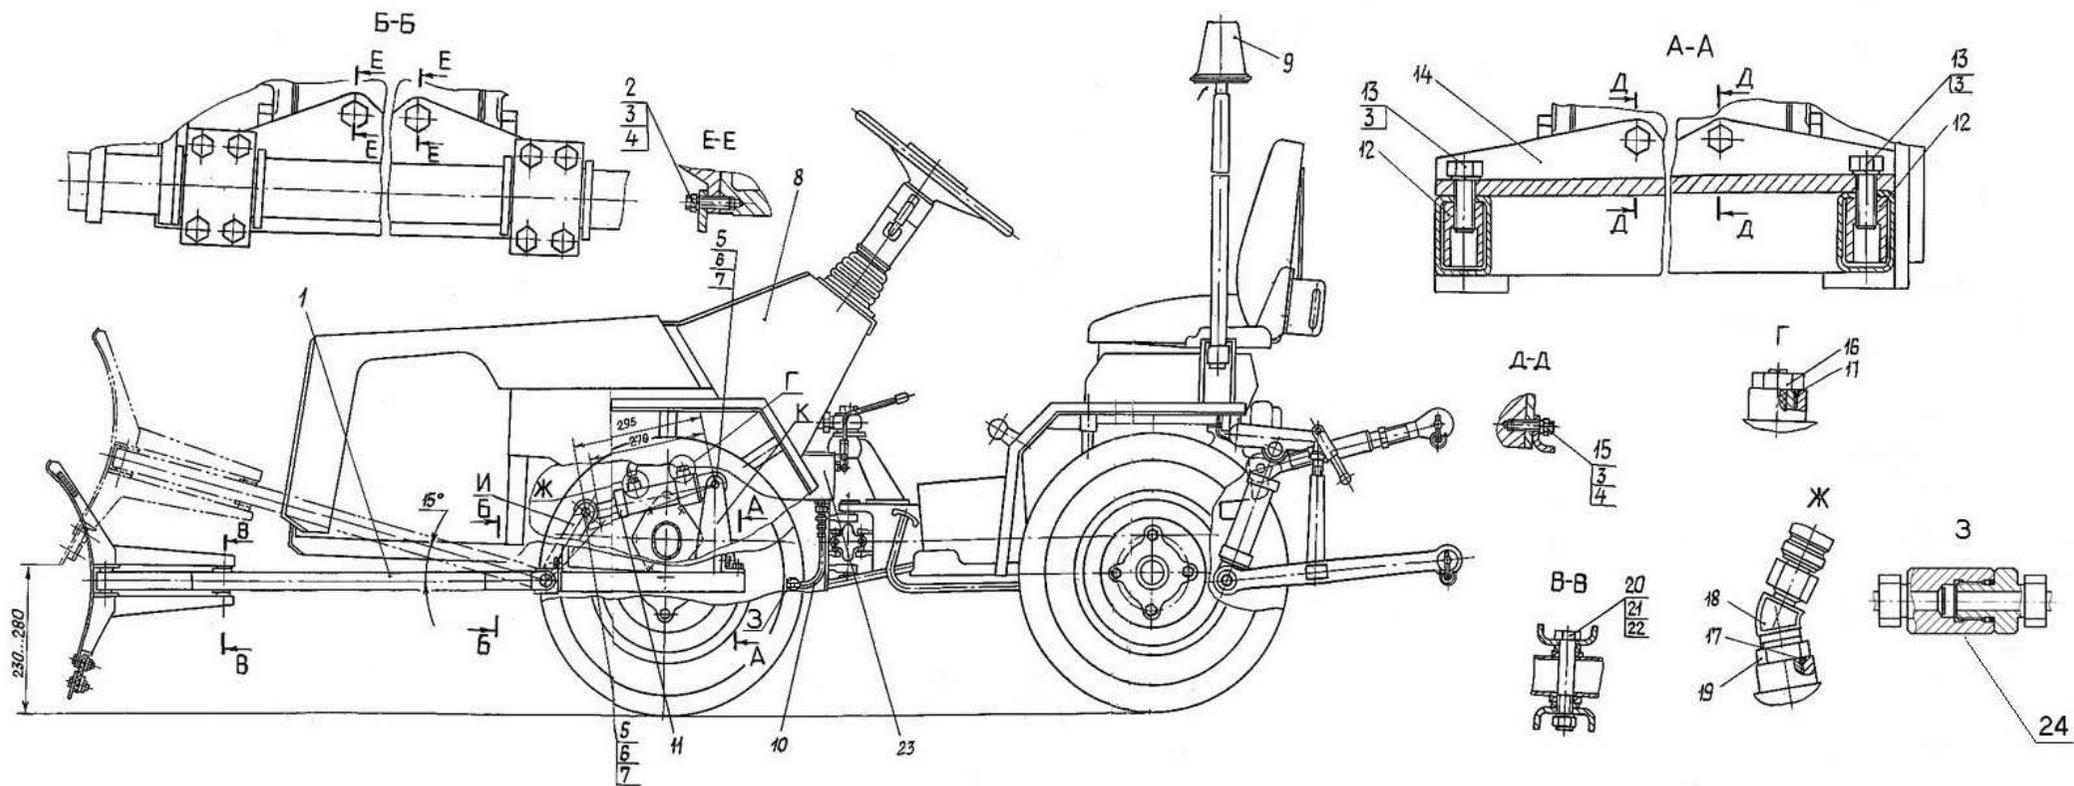

Рисунок 2
4.3 Выкрутить два нижних болта крепления корпуса муфты фрикционной (082-1601020) к корпусу трансмиссии (082-2301011) и заменить их шпильками 2 (рисунок 2).
4.4 Выкрутить два нижних болта крепления вала отбора мощности (082-4202010-Б) к корпусу трансмиссии (082-2301011) и заменить их шпильками 15 (рисунок 2).
5.2.1 С оборудования бульдозерного в сборе 1 (рисунок 2) снять гидроцилиндр 11 и рукав 10, для чего расшпильковать оси 5 и вынуть их из проушин гидроцилиндра.